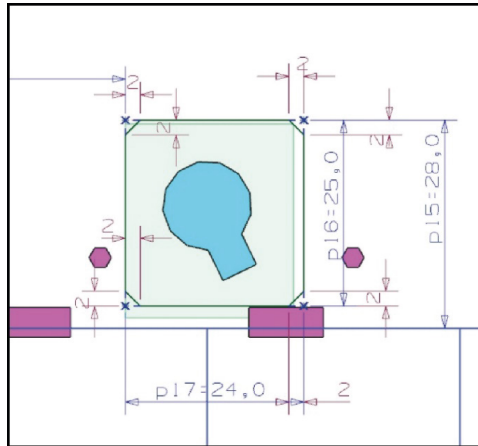

Рис. 8.11. Проектируемый контур матрицы
19. Постройте вокруг рассматриваемого отхода прямоугольный внешний контур матрицы с размерами 24 на 28 мм. Создайте фаски размером 2 мм (рис. 8.11). Завершите процесс создания эскиза, щелкнув по клавише **Закончить эскиз**.